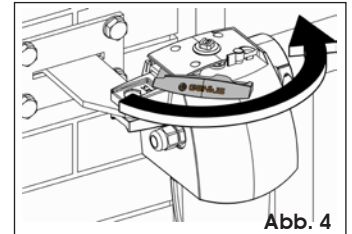

Abb. 4
2. Den Entriegelungshebel schließen (Abb. 4).